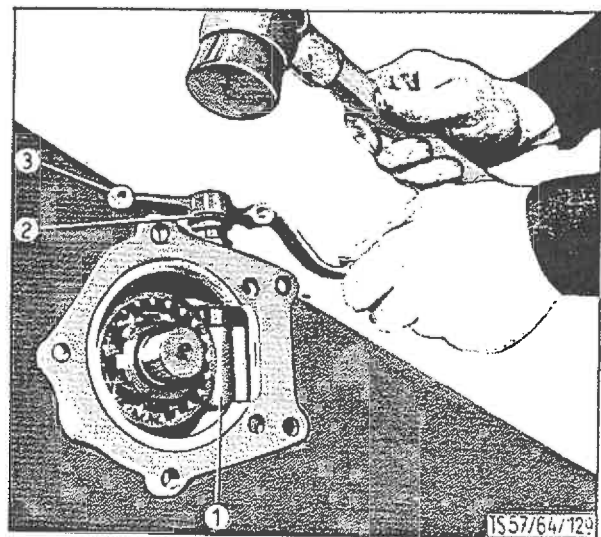

BILD 16:
6. Schaltwelle in das Schaltgabelgehäuse einführen, von innen die Schaltgabel ansetzen und Schaltwelle soweit in die Schaltgabel eintreiben (Bild 16), bis das Gewindeloch für den Fixierstift mit der Nut auf der Schaltwelle fluchtet.